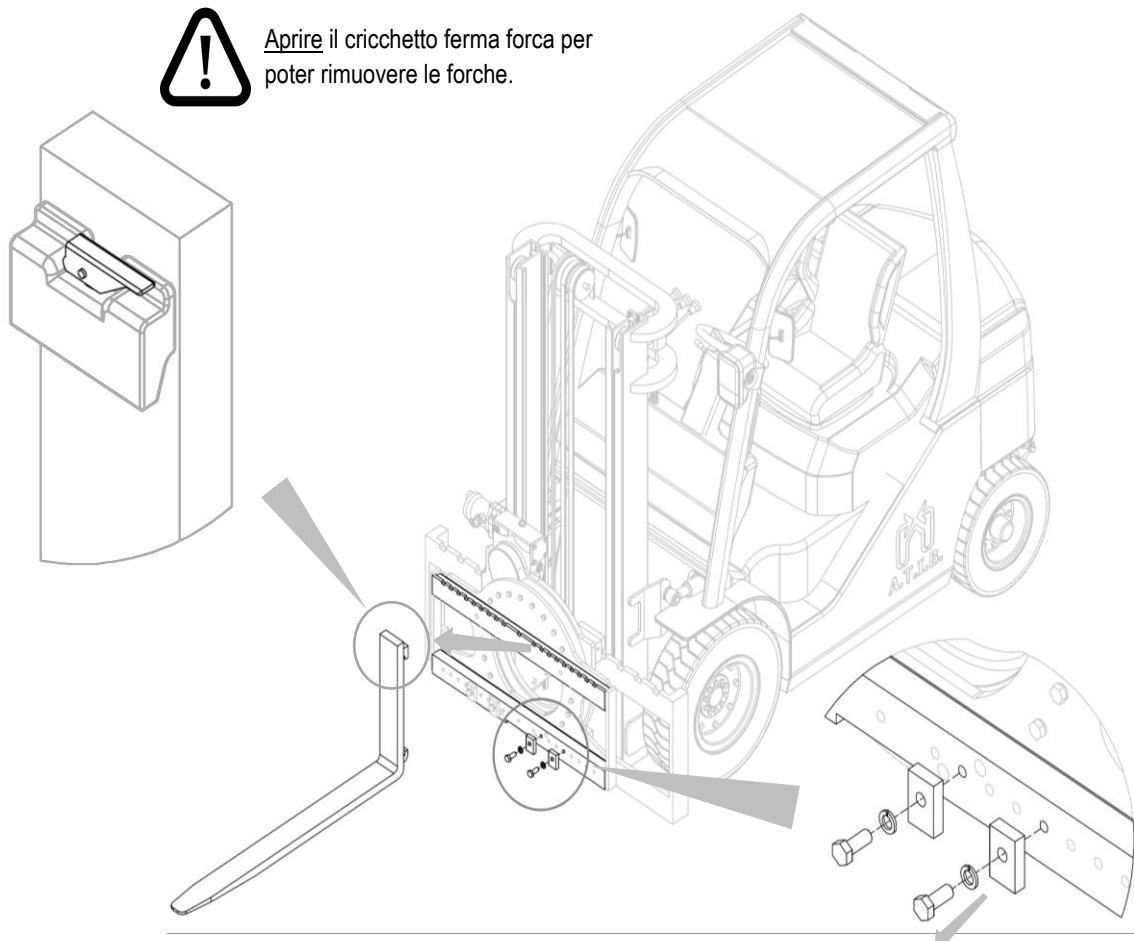

Figura 27
2. Rimuovere le forche dopo aver svitato i fermi forca e aver aperto il cricchetto ferma-forca (vedi Figura 27).